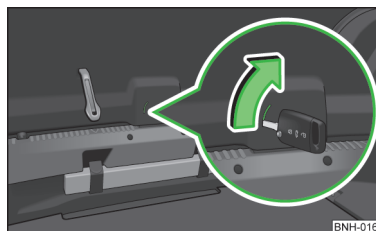

Abb. 161
- Den Fahrzeugschlüssel in den Schlitz in der Verkleidung bis zum Anschlag einschieben » Abb. 161.